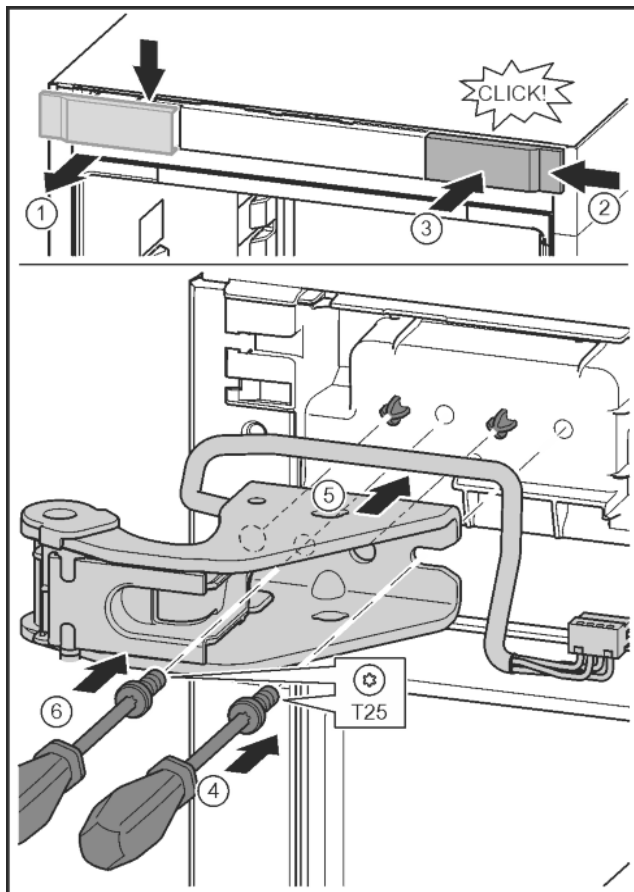

Fig. 24
- ▶ Kryt uvolněte a sejměte do strany. Fig. 24 (1)
- ▶ Kryt otočený o 180° zavěste na druhé straně zprava. Fig. 24 (2)
- ▶ Zaklapněte kryt. Fig. 24 (3)
- ▶ Šroubovákem T25 nasadíte šrouby. Fig. 24 (4)
- ▶ Nasadíte horní stojan ložiska. Fig. 24 (5)
- ▶ Utáhněte šroub. Fig. 24 (4)
- ▶ Šroubovákem T25 vložte šroub a utáhněte. Fig. 24 (6)